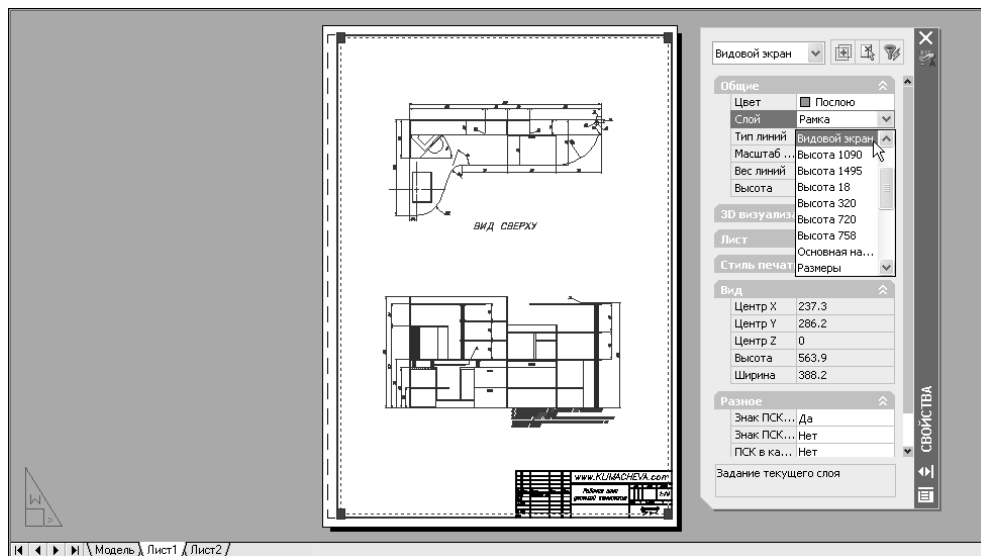

Рис. 13.15 ▼ Назначение видовому экрану слоя **Видовой экран** с помощью палитры **Свойства** (Properties)
9. Убедитесь в том, что в списке, находящемся в верхней части палитры **Свойства** (Properties), выбран тип **Видовой экран** (Viewport). Затем щелкните на свойстве **Skjqlayer** и выберите из списка слоев только что созданный слой **Видовой экран** (рис. 13.15).